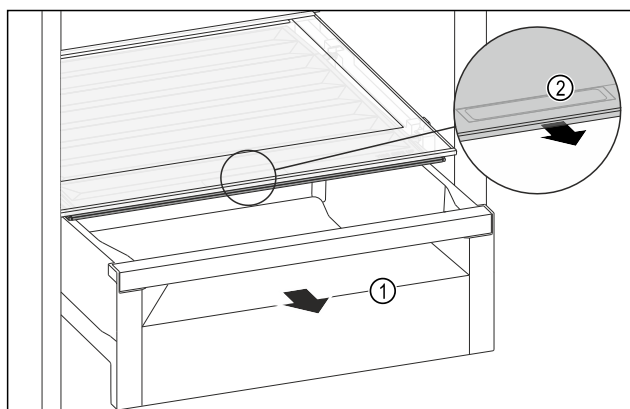

Fig. 168
- Tërhiqni jashtë sirtarin Fig. 168 (1).
► Kapni dorezën e futur Fig. 168 (2) në kapakun e ndarjes dhe në të njëjtën kohë tërhiqni përpara kapakun e ndarjes.